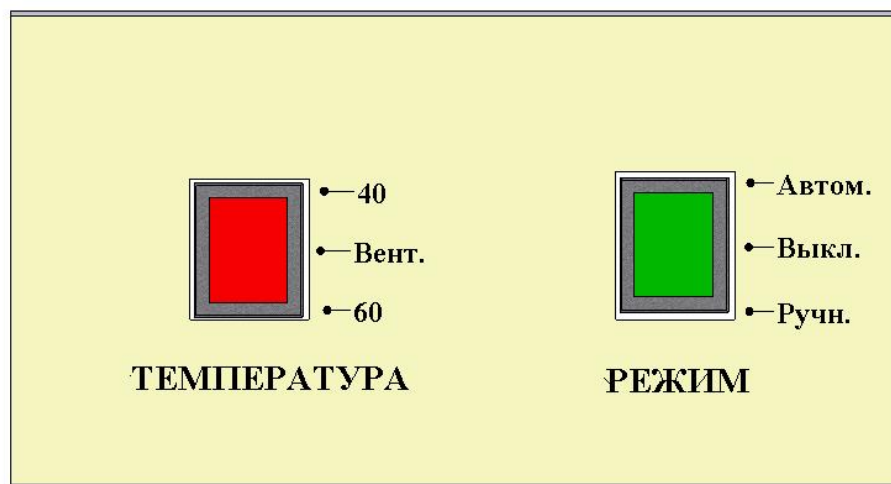

Рис. 19 Панель управления.
5.1. На рис.19 представлена панель управления шкафом с переключателями режимов работы.